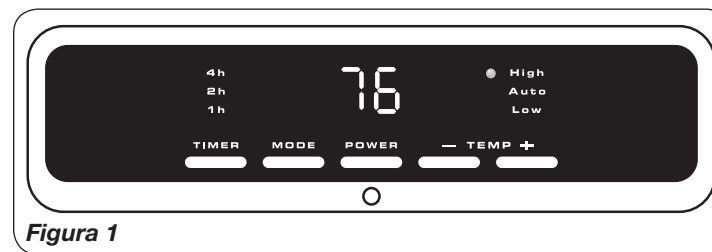

Figura 1
7. La unidad estará en calor ALTO (1500 vatios) y mostrará la temperatura actual de la habitación (Figura 1)